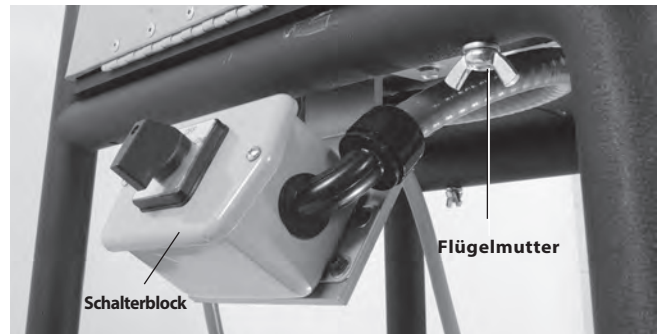

Abbildung 5 – Montage des Rollnutgeräts am Dreibein-Untergestell
4. Befestigen Sie das Rollnutgerät mit der Grundplatte mit 4 (vier) Sechskantschrauben $\frac{3}{8}$ Zoll – 16 x $2\frac{1}{2}$ Zoll, Unterlegscheiben und Flügelmutter am Dreibein-Untergestell (*Abbildung 5*). Setzen Sie den Schalterblock vorsichtig unter dem Holm an. Zum Ausrichten der Grundplatte müssen unter Umständen die Beine verschoben werden.